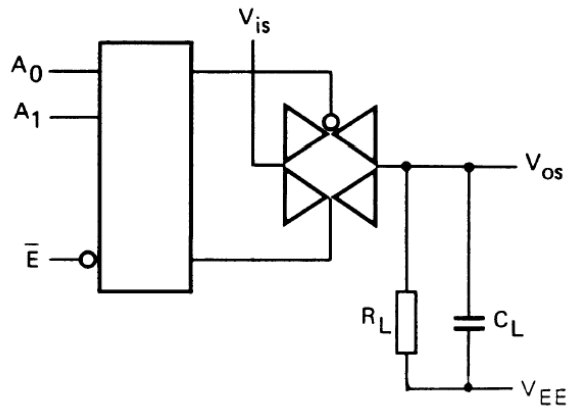

图 3
1. $R_L=10K\Omega$ 到 V_{EE} ; $C_L=50pF$ 到 V_{EE} ; $\bar{E}=V_{SS}$; $V_{is}=V_{DD}$ (方波); 如图 3 所示
2. $R_L=10K\Omega$; $C_L=50pF$ 到 V_{EE} ; $\bar{E}=V_{SS}$; $An=V_{DD}$ (方波); 测量 t_{PLH} 时 $V_{is}=V_{DD}, R_L$ 到 V_{EE} ; 测量 t_{PHL} 时 $V_{is}=V_{EE}, R_L$ 到 V_{DD} , 如图 3 所示
3. $R_L=10K\Omega$; $C_L=50pF$ 到 V_{EE} ; $\bar{E}=V_{DD}$ (方波); 测量 t_{PHZ} 和 t_{PZH} 时, $V_{is}=V_{DD}$, R_L 到 V_{EE} ; 测量 t_{PLZ} 和 t_{PZL} 时; $V_{is}=V_{EE}, R_L$ 到 V_{DD} ; 如图 3 所示
6. $R_L=10K\Omega$ 到 V_{EE} ; $C_L=15pF$ 到 V_{EE} ; \bar{E} 或 $An=V_{DD}$ (方波); 干扰是 $|V_{os}|$ (峰值); 如图 3 所示